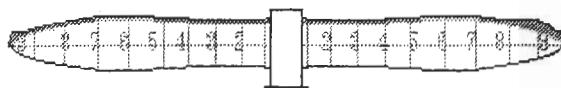

Fig3.10
- Fig3.10 のように 3.6.でケガキ線を入れた各半径位置にマジックで印を付け番号を振り、万力で Fig3.11 のように固定する。この時ステンレスの板を挟むとボスが滑りにくい。